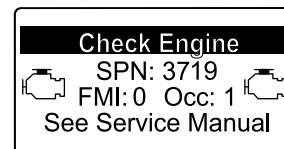

Figura 47
- Se for necessária uma regeneração de recuperação, o InfoCenter mostra o aviso do motor SPN 3719, FMI 16 (Figura 47) e o computador do motor reduz a potência do motor para 85%.